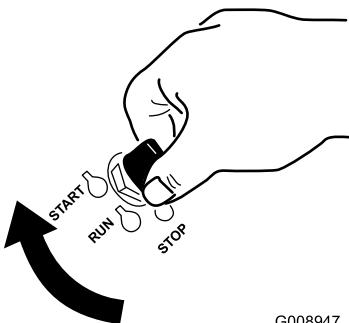

Figure 14
1. Tournez la clé de contact à la position de démarrage (Figure 14). Relâchez la clé quand le moteur démarre.